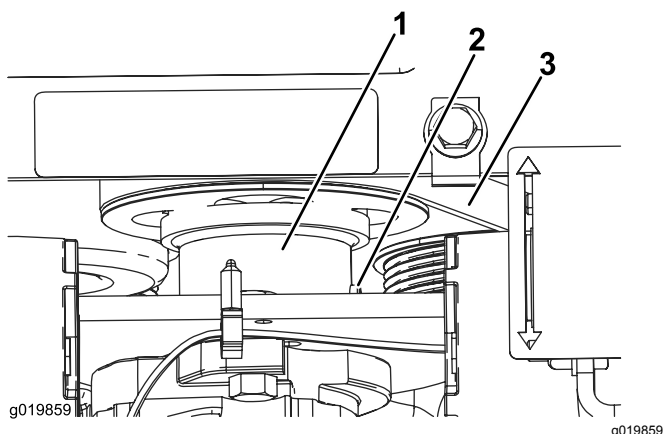

Figura 53
5. Desaperte o parafuso de afinação no acoplador de acionamento da bomba (Figura 53).